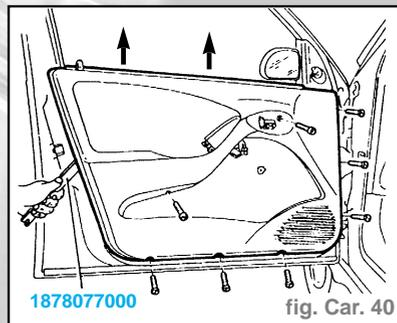

fig. Car. 40
- Déboîter le levier de commande (B), le déposer délicatement puis débrancher les connexions correspondantes.
- Déposer le panneau de porte en dévissant les vis et en enlevant les boutons de fixation avec l'outil 1878077000 (fig. Car. 40).